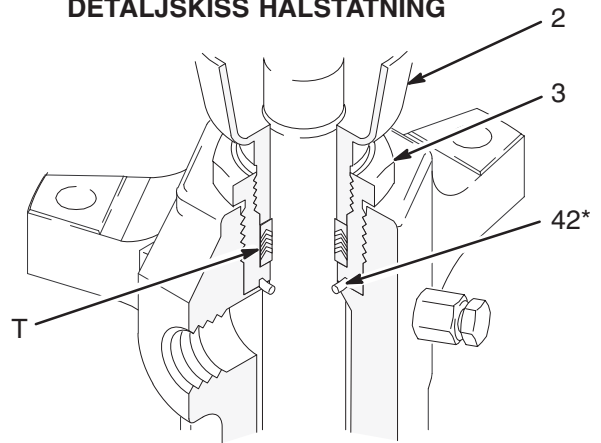

Fig. 10
7. Knacka ut kolvstången (1) och matningskolvstången (18) ur utloppshuset (9) och cylindern (10) med en gummiklubba. Känn med fingret efter om stångens utsida är skadad.
8. Skruva loss tätmuttern (2). Skruva loss tätningshuset (3) och ta bort tätningen (42). Ta bort halsglanderna och tätningarna (T). Se Fig. 10.